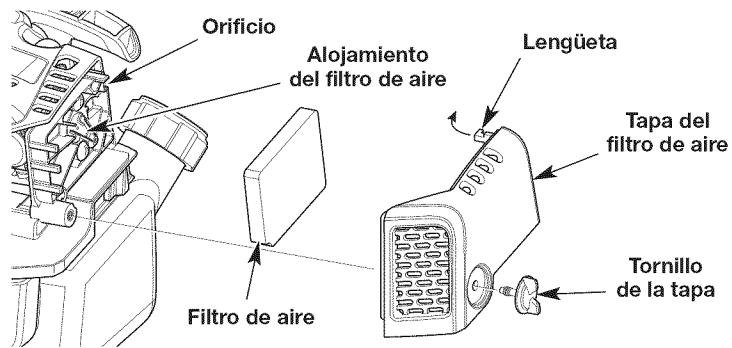

Fig. 23
- Desenrosque completamente el tornillo de la tapa. Gire la cubierta del filtro de aire hacia la derecha. Extraiga la tapa del filtro de aire del alojamiento de dicho filtro (Fig. 23).
- Extraiga el filtro de aire de su alojamiento (Fig. 23).
- Vuelva a instalar el filtro de aire en su alojamiento (Fig. 23).
- Inserte la lengüeta sobre la cubierta del filtro de aire dentro del orificio en el alojamiento del filtro de aire. Gire la cubierta del filtro de aire hacia la izquierda. Oprima la tapa del filtro de aire nuevamente en el alojamiento de dicho filtro. Inserte el tornillo de la tapa dentro de la tapa del filtro de aire. Apriete el tornillo de la tapa para sujetar dicha tapa (Fig. 23).